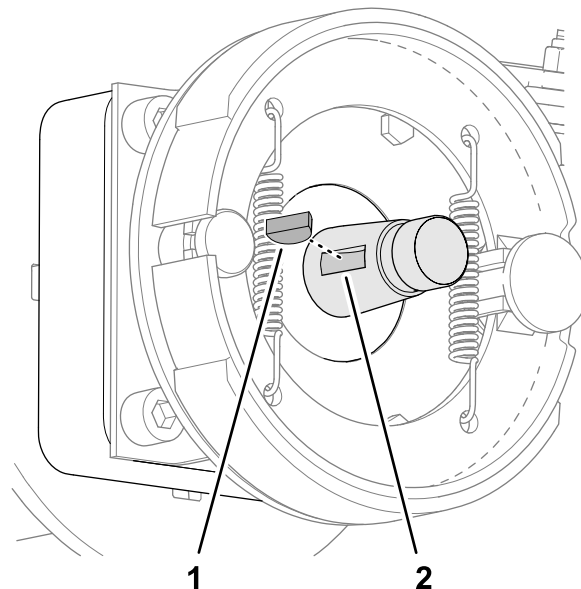

Рисунок 69
2. Вставьте сегментную шпонку в шпоночный паз вала колесного мотора (Рисунок 69).